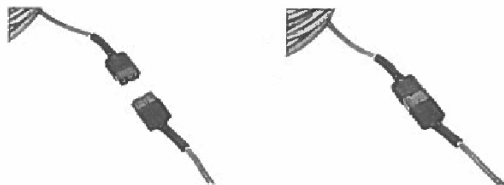

Fig. 1
Prima di collegare l'abbacchiatore alla batteria, accertarsi che l'interruttore sia in posizione "o" (Fig. 1).
- Collegare la spina della batteria alla spina dell'abbacchiatore (Fig. 1);